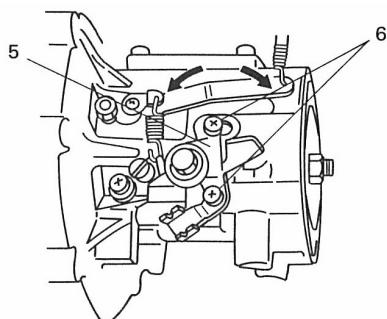

Fig. 23C
- b. To adjust governor, loosen screws (6) which holds control lever assembly (5) to crankcase and move the assembly left or right to obtain the maximum speed of 6500 rpm (Moving control lever assembly to left gives higher rpm and moving to right, lower rpm)(Fig.23C)
- b. Pour régler le régulateur, desserrer les vis (6) qui maintiennent l'assemblage du levier de commande (5) à la bolte d'engrenages et déplacer l'assemblage vers la gauche ou la droite pour obtenir la vitesse maximale de 6500 tours/minute. (Le fait de déplacer l'assemblage du levier de commande vers la gauche permet d'augmenter le nombre de tours et inversement le fait de le déplacer vers la droite permet de le diminuer)(Fig. 23C)
- b. Zum Einstellen des Reglers, die Schrauben (6), mit denen die Reglerhebeleinheit (5) am Kurbelgehäuse befestigt ist, lösen, und die Kurbelgehäuseeinheit nach links bzw., rechts drehen, bis die maximale Drehzahl von 6500 min-1 erreicht ist. (Drehen nach links erhöht, Drehen nach rechts verringert die Drehzahl), (Fig 23C).
- b. Para ajustar el regulador, deberán aflojarse los tornillos (6) que sujetan el conjunto de la palanca de control (5) en el cárter y mover el conjunto a la izquierda o derecha para obtener la velocidad máxima de 6500 rpm (Moviendo la palanca de control a la izquierda aumentan las revoluciones y moviendo a la derecha bajan las revoluciones.) (Fig.23C)
- b. För justering av regulatorn skall du lossa skruvama (6) som fasthåller styspaksenheten (5) på vevhuset och sedan skjuta enheten åt höger eller vänster stills du erhåller det maximala varvtalet på 6500 rpm. (Skjut styrspaken åt vänster, så att varvtalet ökas. Skjut den åt höger, så att varvtalet minskas.) (Fig. 23C)